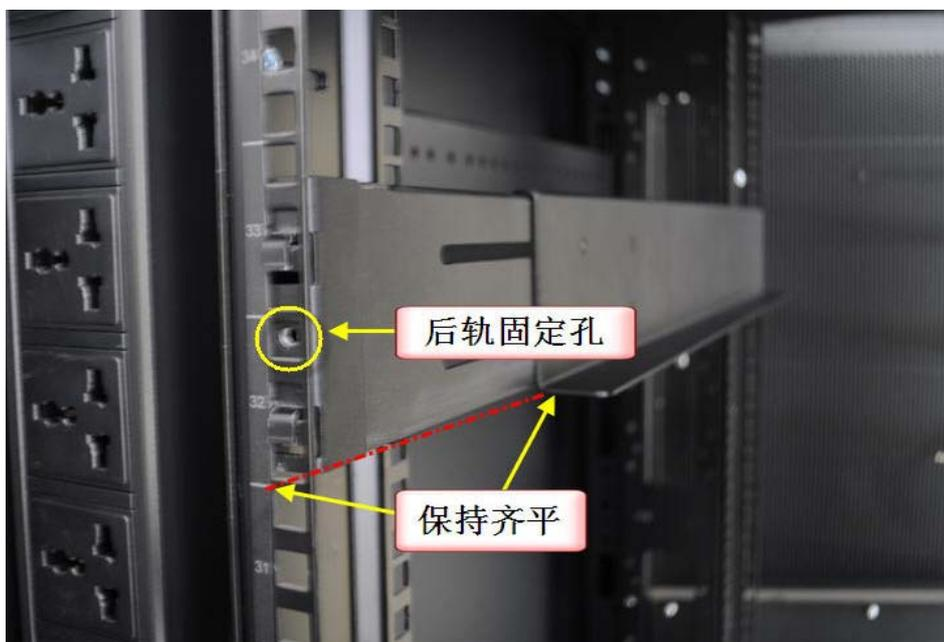

图 1-3
2. 在后导轨上，有两个挂件，将下面的挂件对准角轨 32U 刻度起点上面的第二个孔位，上面的挂件将对准 33U 刻度起点上面的第二个孔位，将挂件从孔位插入，然后向下压动，挂件挂到角轨固定孔中，这时导轨 L 型部位应与 32U 刻度起点保持水平齐平，后轨固定孔在 32U 起点上方的第三个孔位中心露出，如图 1-3 所示。